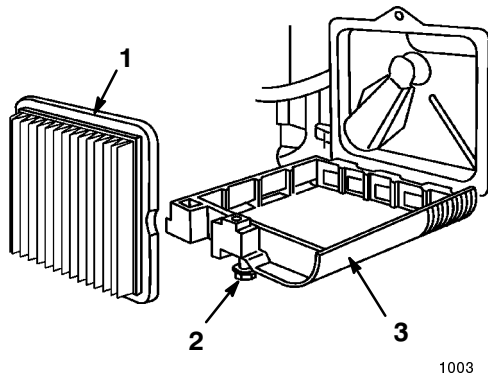

Figure 17
3. Desserrez les vis de fixation du couvercle du filtre à air (Fig. 17).
4. Abaissez le couvercle et nettoyez-le soigneusement (Fig. 17).
5. Enlevez et jetez l'élément filtrant en papier (Fig. 17).
6. Insérez un élément en papier neuf (Fig. 17).